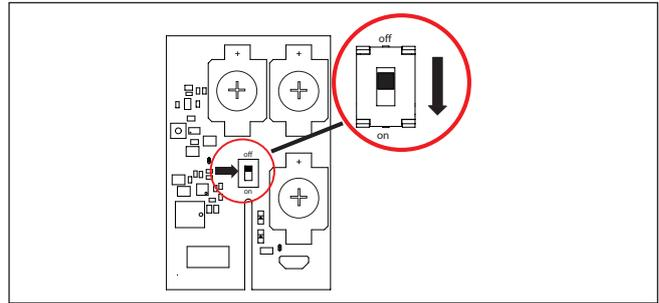

Abb. 4 Schalter zum Aktivieren der EWFS Wetterstation eco
Bevor Sie nach der Montage an Wand, Decke oder Standrohr den Deckel schließen und festschrauben, aktivieren Sie die EWFS Wetterstation eco. Stellen Sie hierfür den Schalter auf der Leiterplatte auf "on" (siehe Abb. 4)
- Aktivieren Sie die EWFS Wetterstation eco durch das Umlegen des Schalters auf der Leiterplatte auf "on" (siehe Abb. 4 auf Seite 2).